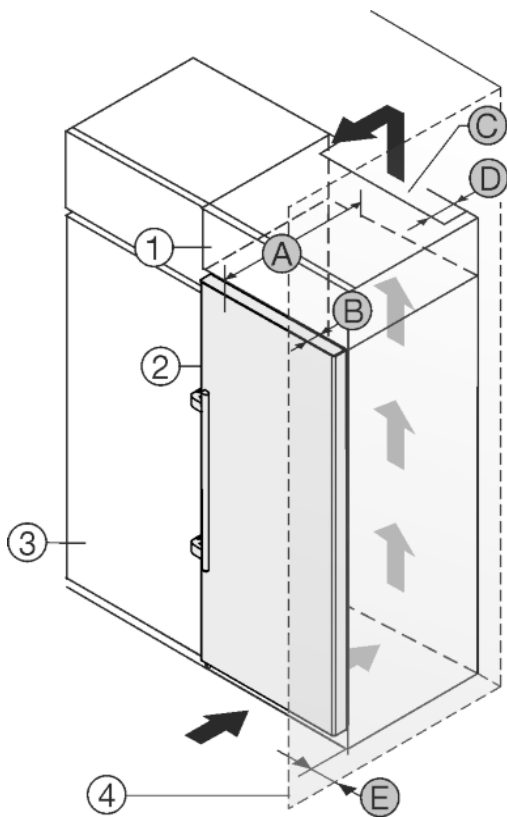

Fig. 21
Устройство может быть окружено кухонными шкафами. Чтобы уравнять устройство Fig. 21 (2) по высоте с кухонной стенкой, можно установить над устройством дополнительный шкафчик Fig. 21 (1).
Установить устройство можно непосредственно рядом с кухонным шкафом Fig. 21 (3). Чтобы можно было полностью открыть двери, устройство должно выступать на глубину Fig. 21 (B) относительно передней стенки кухонного шкафа. В зависимости от глубины кухонных шкафов и использования пристенных распорок устройство может выступать и больше.
- На задней стенке дополнительного шкафчика должен быть вентиляционный канал с глубиной Fig. 21 (D) по всей ширине этого шкафа.
- Нужно соблюдать вентиляционное отверстие Fig. 21 (C) под нижней панелью.
Если устройство установлено на шарнирах у стены Fig. 21 (4), то нужно соблюдать расстояние Fig. 21 (E) между устройством и стеной. Настолько выступает ручка при открытой дверце.